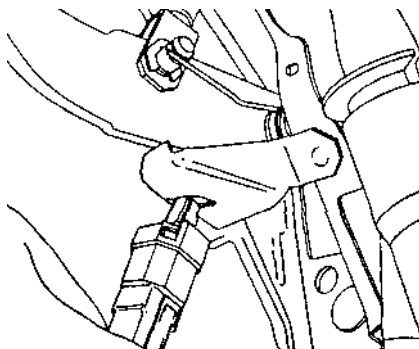

Рис. 7.11.
- повернуть выключатель стоп-сигнала и извлечь его из кронштейна педали тормоза (рис. 7.11);